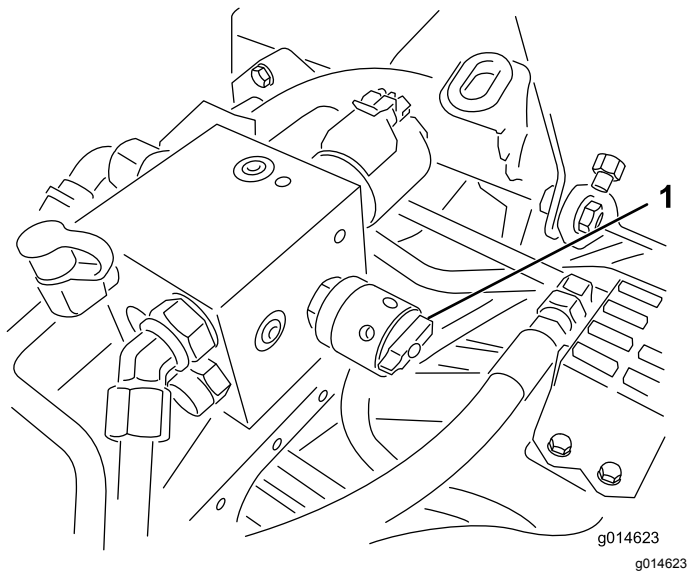

Figure 53
- Pour régler la vitesse des cylindres, tournez le bouton (Figure 53) jusqu'à ce que les flèches soient en face de la valeur déterminée à l'opération 3.
6. Tournez la commande de vitesse des cylindres à la position 1 (Figure 53).